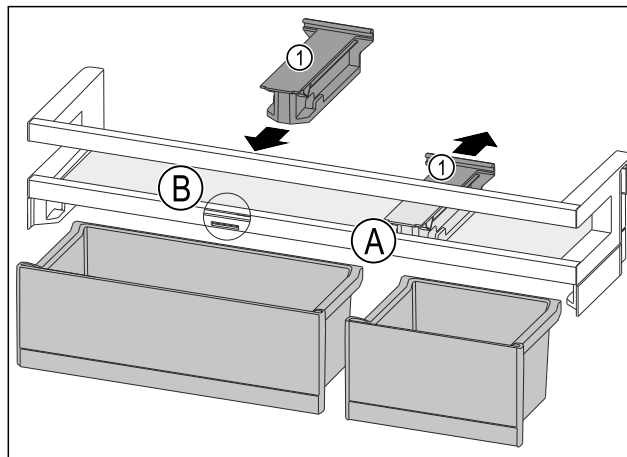

Fig. 168
- Držák Fig. 168 (1) v poloze Fig. 168 (A) stáhněte dozadu.
- Držák Fig. 168 (1) vložte v poloze Fig. 168 (B).